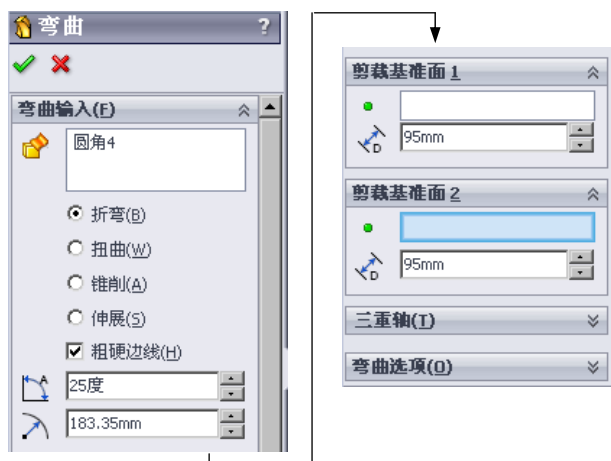

图 3.25.4 “弯曲”对话框
Step2. 选择命令。选择下拉菜单 **插入(I)** → **特征(F)** → **弯曲(B)** 命令，系统弹出图 3.25.4 所示的“弯曲”对话框。